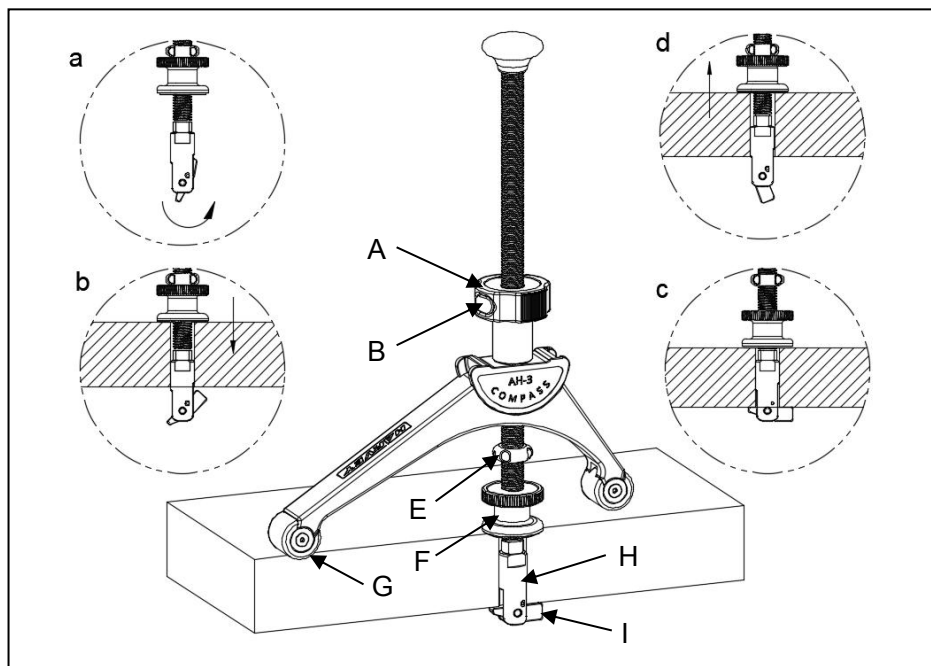

图 6
2. 将滚花旋钮“F”旋转到轻贴限位块“E”的位置，然后将拉紧块“I”旋转到尖头朝下的位置（如图 6. a 所示）；
3. 将拉紧块固定座“H”插入到合适的木工桌孔内，使滚花旋钮“F”与木工桌台面接触（如图 6. b 所示）
4. 整体上提压紧器，然后旋转滚花旋钮“F”，将压紧器固定到木工桌上（如图 6. c 所示）；
6. 如要更换木工桌孔位，只需将滚花旋钮“F”旋转到轻贴限位块“E”处，即可将压紧器从木工桌孔内取出（如图 6. d 所示）。